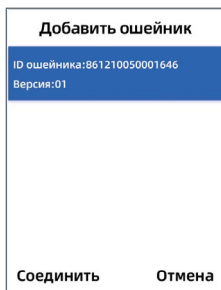

рис. 21
- с помощью кнопок джойстика перейдите к пункту меню «Ошейники» и нажмите кнопку «Подтверждение» **OK** (рис. 21);